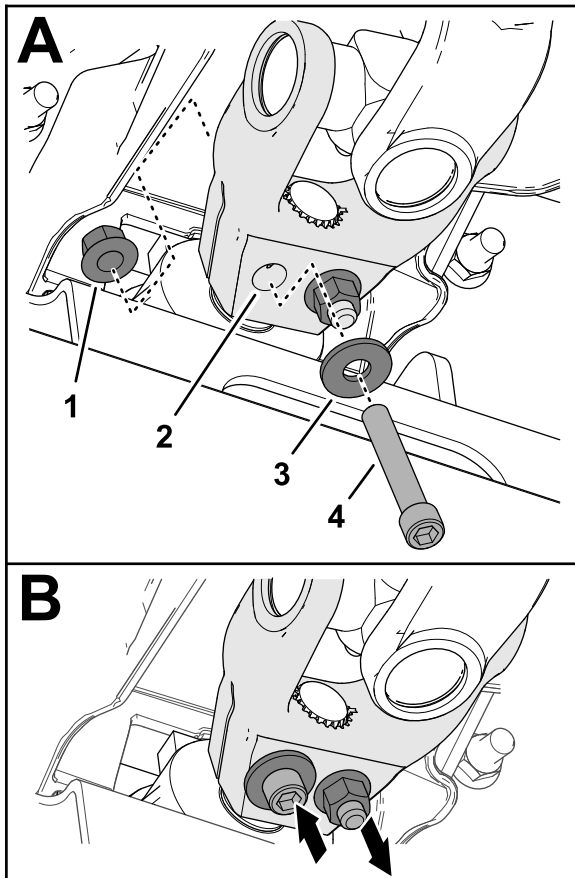

Figura 19
6. Monte un tornillo de coperza de cabeza allen ( $\frac{3}{8}$ " x  $2\frac{1}{4}$ "") a través de una arandela ( $\frac{3}{8}$ "") y del taladro en la horquilla del árbol de transmisión (Figura 19) y fije el tornillo de coperza con una contratuerca con arandela prensada ( $\frac{3}{8}$ "").
7. Monte un tornillo de coperza de cabeza allen ( $\frac{3}{8}$ " x  $2\frac{1}{4}$ "") a través de una arandela ( $\frac{3}{8}$ "") y del taladro en la horquilla del árbol de transmisión desde la dirección opuesta (Figura 19) y fije el tornillo de coperza con una contratuerca con arandela prensada ( $\frac{3}{8}$ "").